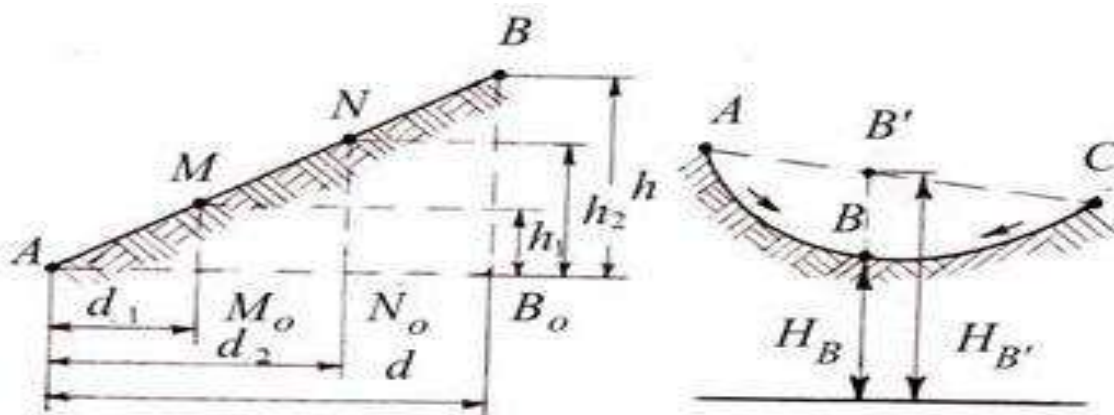

Рисунок 13 – Аналитический способ интерполирования
**Аналитический способ.** По известным высотам точек А и В и расстоянию  $d$  между ними (рисунок 13) необходимо найти величины расстояний  $d_1$  и  $d_2$  от точки А до точек  $M_0$  и  $N_0$  с отметками  $H_M$  и  $H_N$ , равными отметкам горизонталей.